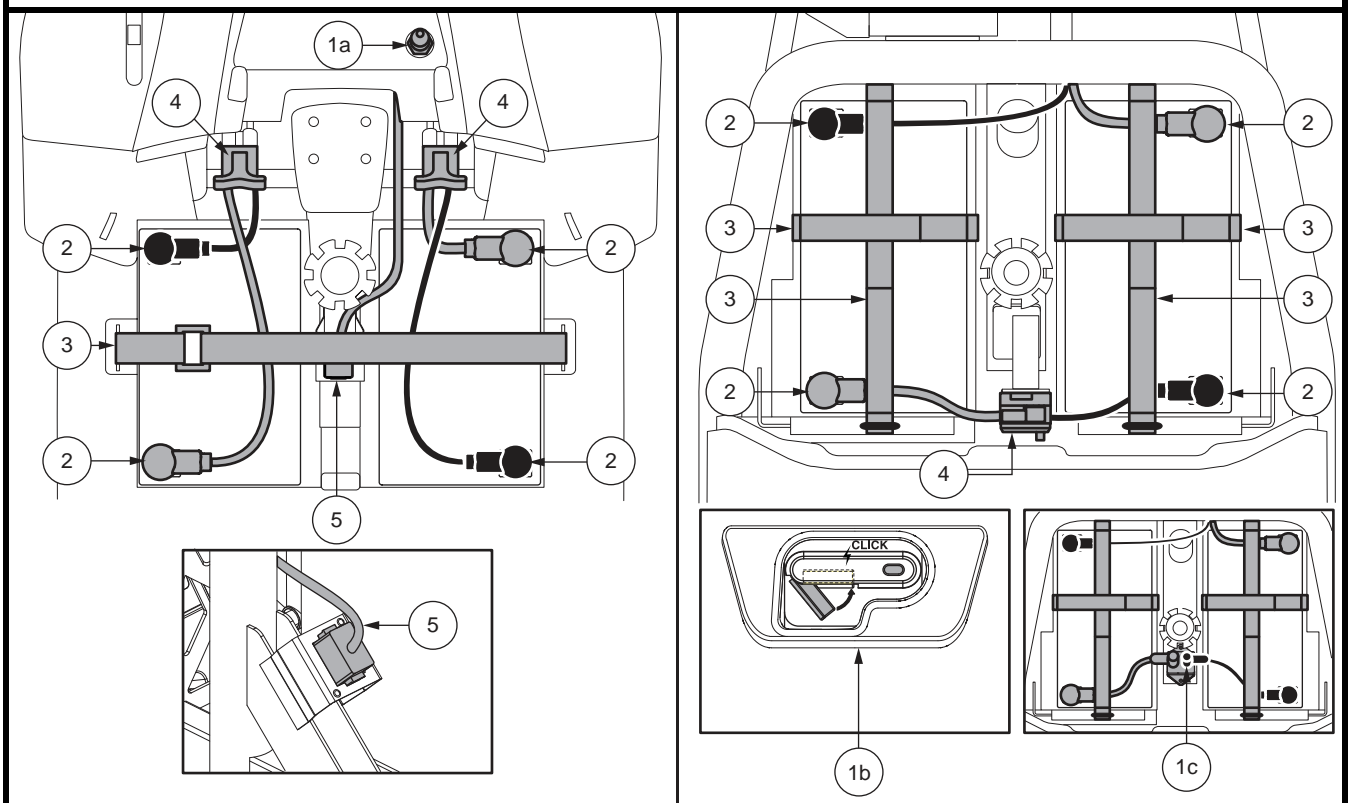

Abb. 14. Batterie Ausbau/Einbau Batteriepole und stecker
3. Bei allen Modellen AUSSER 614 und 714 ziehen Sie bitte das von vorne nach hinten verlaufende Kabel ab. Entfernen Sie beide Batteriekabel, indem Sie jedes Kabel aus seinem Gegenstecker ziehen. Siehe Abb. 14.
6. Legen Sie in jedes Batteriefach eine neue Batterie ein. Drehen Sie die Batterieklemmen jeder Batterie von der Sattelstütze weg, so dass die positiven (+) und negativen (-) Batterieklemmen wie in **Abb. 14** angezeigt positioniert sind.